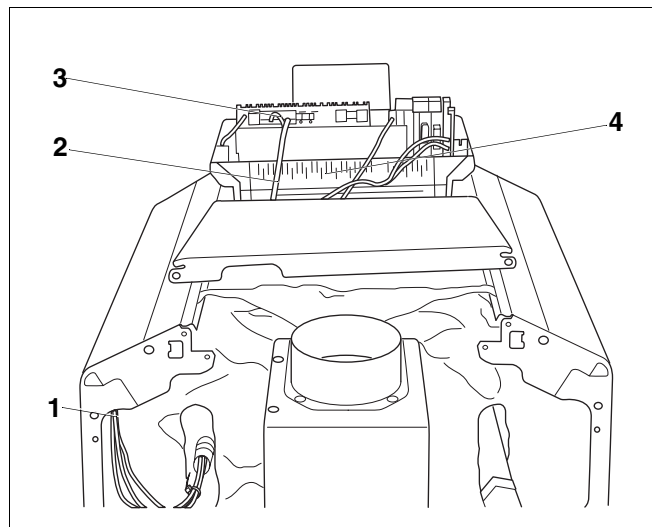

Abb. 16 Kabelführung und Steckverbindung
- Bauseitige elektrische Anschlussleitungen und die Anschlussleitung der Abgasüberwachung von hinten durch die Kabeleinführung (Abb. 16, **Pos. 1**) zum Regelgerät führen.
- Elektrische Anschlüsse nach beiliegendem Schaltplan an den Steckverbindungen (Abb. 16, **Pos. 3**) des Regelgerätes herstellen.
- Steckverbindung der Brennerleitung (Abb. 16, **Pos. 2**) nach Schaltplan herstellen.